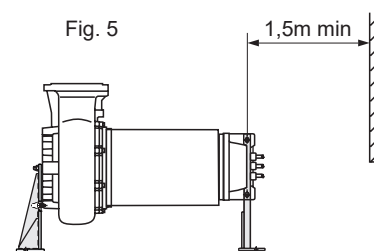

Fig. 5
- 2 - Eletrobomba disposta com eixo do rotor horizontal apenas para K...R... N1/X1 /R nos respetivos suportes e bocal de envio direcionado para cima (fig.5). Disponha a bomba na posição vertical. Desmonte a pega e remonte-a noutra posição. Eleve a bomba e monte o estribo do lado da parte hidráulica com os 3 parafusos incluídos. Faça o calado da bomba até a apoiar no solo. Desmonte a pega. Monte o estribo do lado do motor utilizando os mesmos parafusos empregues na fixação da pega. Aparafuse o parafuso incluído num dos 2 furos livres do estribo do lado do motor: fixe primeiro um e tente elevar a máquina verificando qual dos dois furos utilizar para carregar a eletrobomba; no caso, utilize o outro furo. Mantenha a bomba no centro de gravidade com a talha. Para movimentar a eletrobomba quando se encontra em posição horizontal, utilize um furo livre do estribo do lado do motor e o olhal incluído fixado no bocal de envio. Durante as operações em que intervir na talha, mantenha-se afastado da máquina em pelo menos 1,5 m.